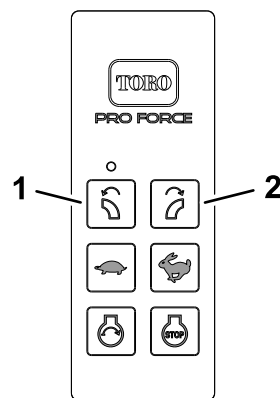

Рисунок 51
4. Одновременно нажмите и удерживайте кнопки ПОВОРОТ сопла влево и ПОВОРОТ сопла вправо (Рисунок 51).
7. Нажмите и удерживайте кнопку ПОВОРОТ сопла ВЛЕВО (Рисунок 51).
8. Продолжая удерживать кнопку ПОВОРОТ сопла ВЛЕВО в нажатом положении (Рисунок 51), поверните ключ зажигания в положение РАБОТА.
9. Отпустите кнопку ПОВОРОТ сопла ВЛЕВО (Рисунок 51) и поверните ключ зажигания в положение ОСТАНОВ.